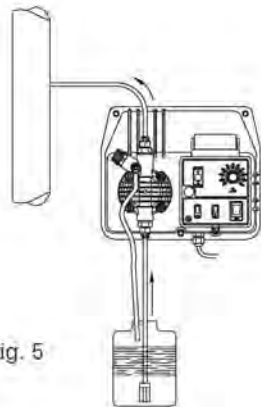
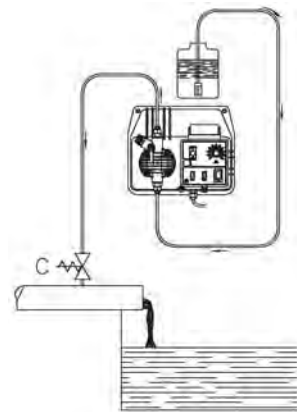

Fig. 5
Fig. 6
- c Placer la pompe de la manière indiquée dans la figure 5 en tenant compte du fait qu'elle peut être fixée aussi bien au dessus qu'au dessous du liquide à doser dans une limite maximale de 2 mètres. Le point d'injection doit toujours être placé plus haut que le liquide à injecter. Ne pas installer la pompe directement sur le réservoir car certains additifs dégagent des vapeurs qui risquent d'endommager l'appareil. Pour une installation correcte se reporter à la figure 12. Si l'installation à traiter travaille à la pression atmosphérique (introduction de l'additif à déchargement libre), le réservoir de l'additif doit toujours se faire plus haut que le point d'injection (Fig. 6), contrôler périodiquement la fonctionnalité de la soupape d'injection, car si elle est trop usée l'introduction de l'additif dans l'installation risque de se faire par chute (même avec l'appareil arrêté). Si le problème persiste, insérer une soupape de contre-pression C calibrée de manière appropriée entre la pompe doseuse et le point d'injection (Fig. 6). Pour des liquides dégagant des exhalations agressives, ne pas installer la pompe au dessus du réservoir à moins que celui-ci ne soit fermé hermétiquement.